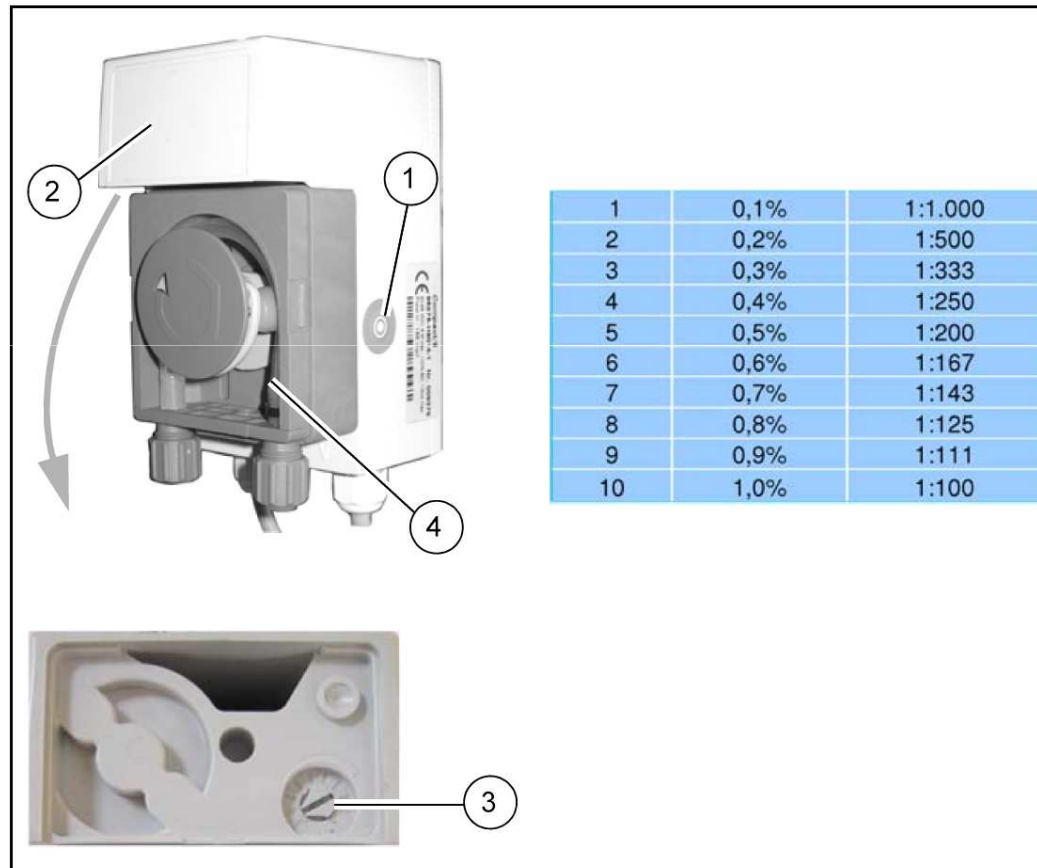

Fig. 10
4. Appuyer sur la touche de remplissage rapide (Fig. 10/1) sur la pompe de dosage jusque la chimie aille jusqu'à la valve anti-retour
1. Enlever le couvercle gris (Fig. 10/2) de la pompe de dosage
Mettre le bouton rotatif (Fig. 10/3) entre 1 et 2, se référer au tableau
Vérifier la section du tuyau (Fig. 10/4) dans la pompe (longueur environ 23 mm) et le remplacer si nécessaire